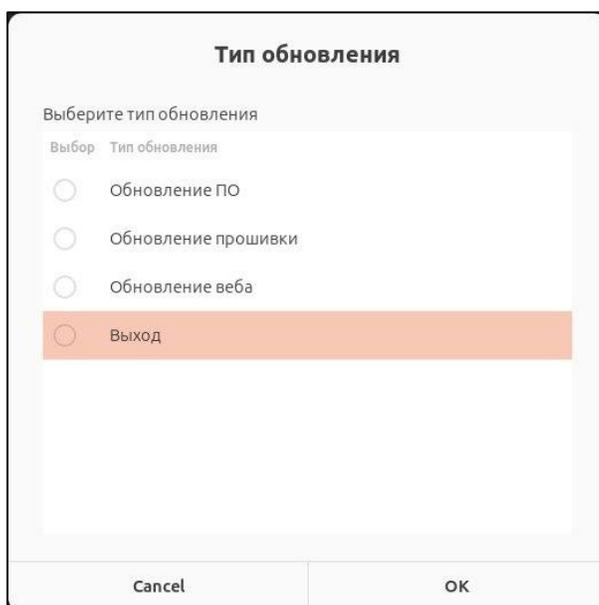

Рисунок 82 – Диалоговое окно для выбора типа обновления
- 3) Откроется программный интерфейс «Terminal». Отобразится диалоговое окно для выбора типа обновления (см. Рисунок 82).
Дождитесь появления диалогового окна для выбора типа обновления (см. Рисунок 82).